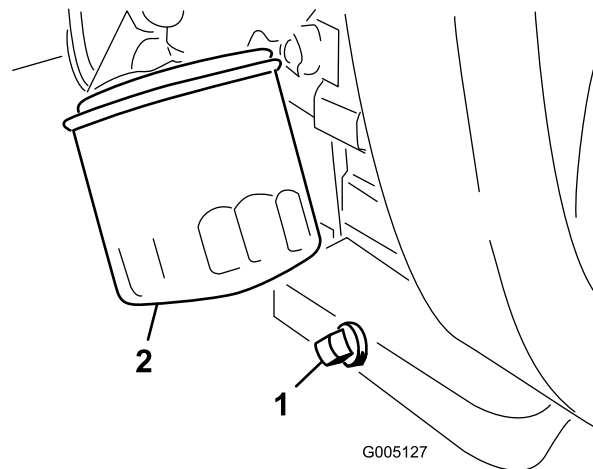

图 42
1. 拆下排油塞图 42 让油流入放油盘。
2. 清洁排油塞的螺纹施用聚四氟乙烯密封材料然后安装排油塞图 42。
3. 拆下机油滤清器图 42。